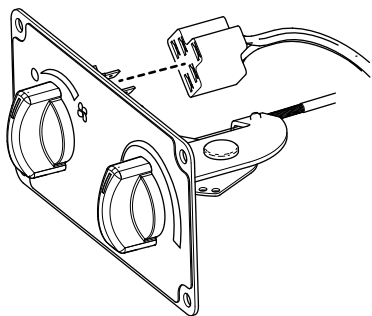

図 9
10. キットのワイヤハーネスの 5 端子コネクタを、エアフロースイッチの背面に接続する 図 9。